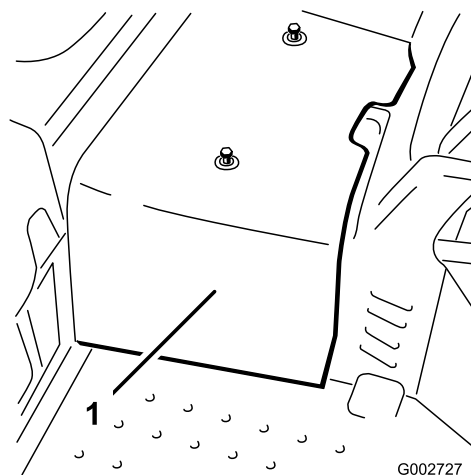

Figure 33
2. Desserrez les 2 vis qui fixent le carénage central à la machine et déposez le carénage (Figure 33).